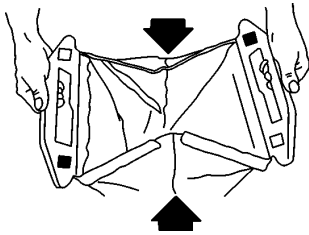

Figure 38
13. Fermer l'arrière du sac : replier les côtés vers l'intérieur et presser les deux moitiés de la poignée arrière l'une contre l'autre pour les assembler (Fig. 38).